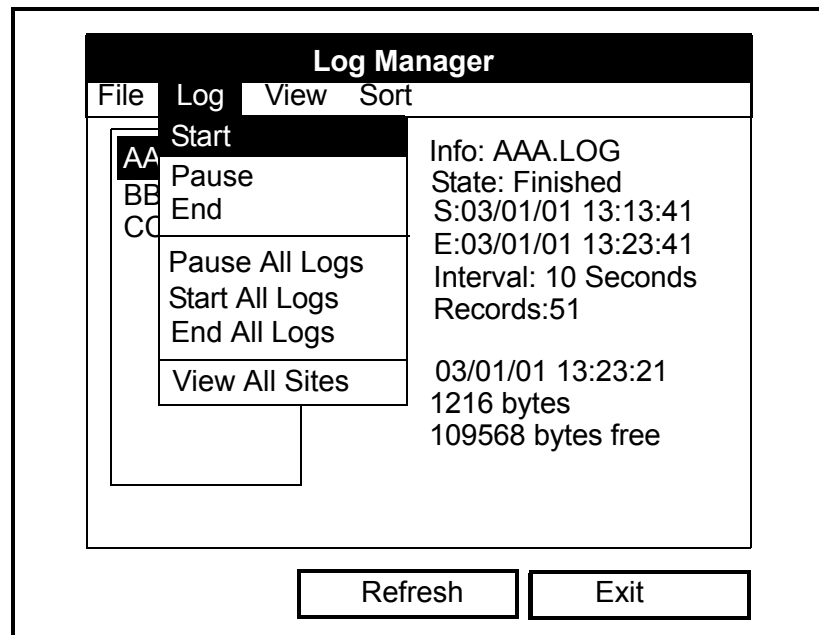

Figura 5-9: O Menu Log (Registo) no Log Manager (Gestor de Registo)
2. Pressione a tecla [▶] para seleccionar o menu *Log* (Registo). De seguida, pressione [ENTER] e surgirá uma janela semelhante à da Figura 5-9 abaixo.